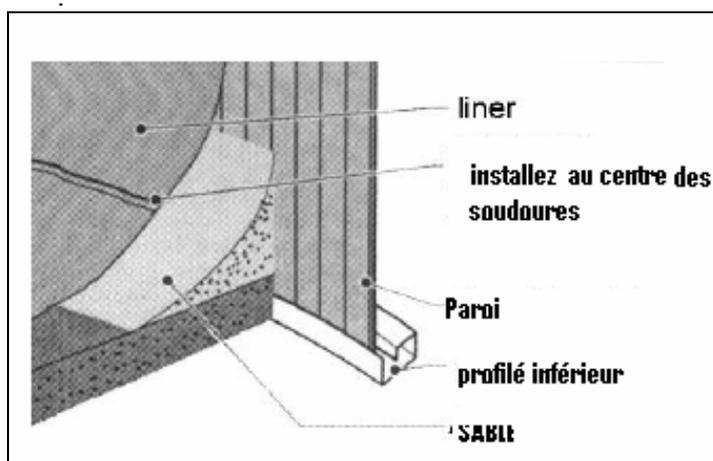

Fig. 17
- g) A l'intérieur de la piscine, faites un remblai recourbé avec de la terre propre (sans pierres, ni autres objets) couvrant le sol, les profilés inférieurs et la paroi. L'hauteur ne doit pas dépasser les 7 cm (Fig. 17). Comme ça, vous éviterez que la pression de l'eau endommage et produise un glissement du liner en dessous de la paroi métallique. Le long des côtés de la piscine, les contreforts font légèrement courber la paroi vers l'intérieur. Le remblai de terre au bas de la paroi doit être plus étroit et plus court à ces endroits. Assurez-vous que les dimensions du remblai de terre aux contreforts sont conformes à celles du diagramme 17 afin que le remblai ait la bonne forme.